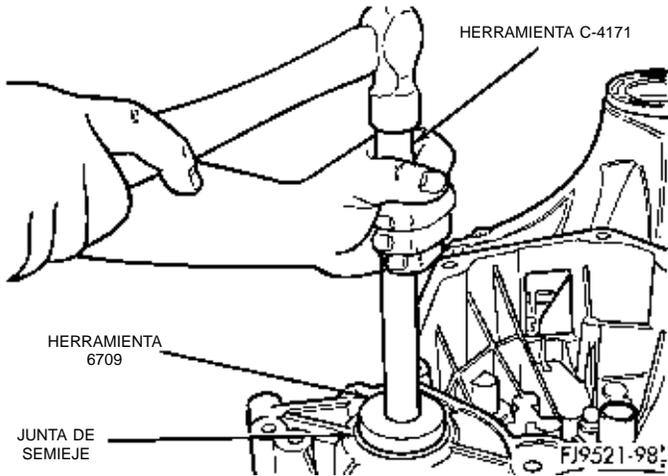

Fig. 122 Instalación de la junta de semieje
(1) Limpie cualquier exceso de sellante del hueco para la junta del semieje.
(2) Alinee la junta de semieje con el hueco para la junta del semieje.
(3) Instale la junta de semieje en la herramienta N° 6709 con C-4171 e insértela en el hueco para la junta del semieje.
(4) Golpee ligeramente la junta para emplazarla en su posición (Fig. 122).